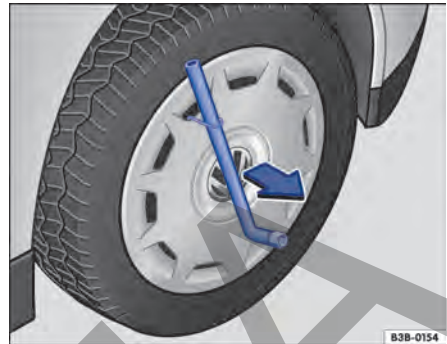

Fig. 187 Desmontar el tapacubos integral.
- Introduzca la llave de rueda por el gancho de alambre → fig. 187 y tire del tapacubos en el sentido de la flecha.